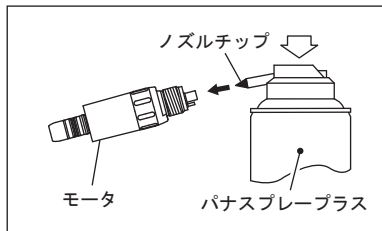

図6
- 2) パナスプレープラスのノズル部にノズルチップを挿し込みます。(図6)